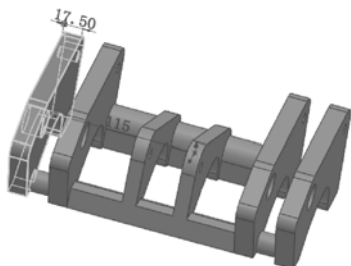

图 8-34 选择需要修改的特征 1
(1) 单击“特征”工具栏中的 (Instant3D) 按钮，开始动态修改特征操作。
(2) 单击“FeatureManager 设计树”中的“拉伸 1”作为要修改的特征，视图中该特征被亮显，如图 8-34 所示，同时，出现该特征的修改控标。